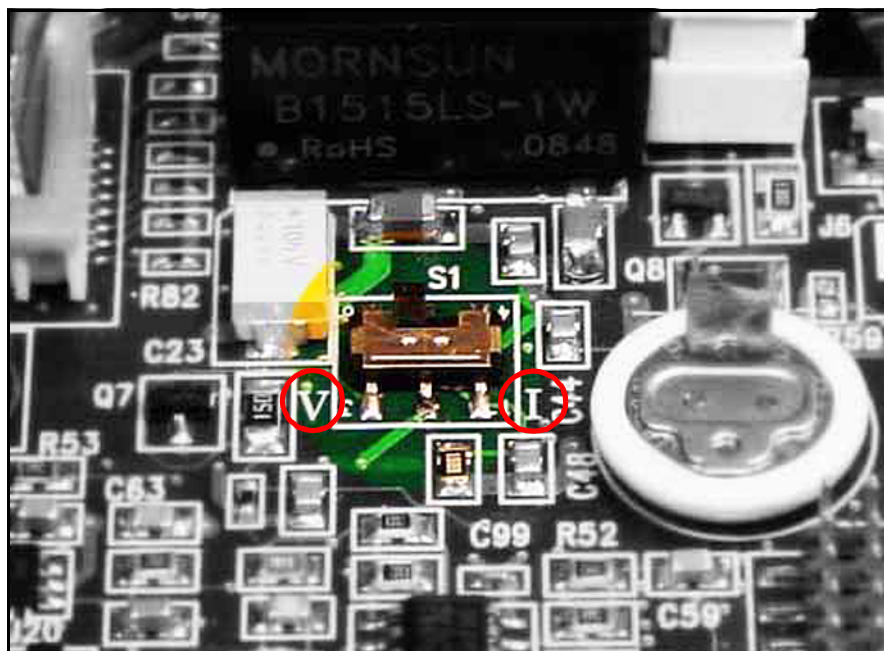

Figura 8: Chave S1 na placa principal do PC
6. Localize a chave **S1** (veja a área destacada em *Figura 8* abaixo).